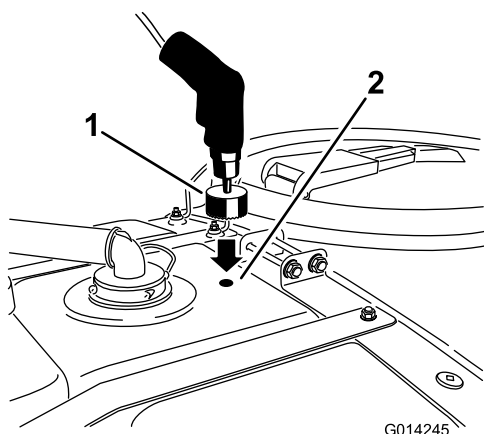

Figura 12
4. Utilice una broca de corona de 1-3/4 pulgadas (4,5 cm) para abrir un taladro en la marca de perforación (Figura 12).